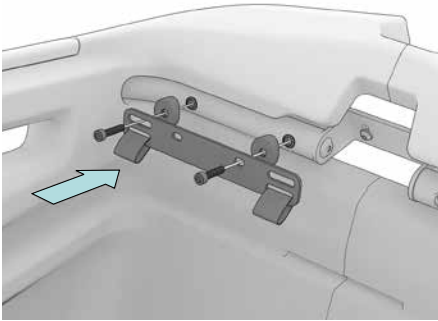

Abb. 6 Seitliche Montage, Bereich Kopfende der aufgehängten Babyschale.
Dazu wird je eine Unterlegscheibe (4) unter den Kopf jeder Zylinderschraube (2) gelegt und so durch die Verbindungsbleche gesteckt. Die zu benutzenden Lochpositionen in den Verbindungsblechen ergeben sich aus der Einbauposition in der Box (Abb. 6, 7, 8 und 9).
Hinter das Verbindungsblech kommt auf den Schraubenschaft je eine Adapterscheibe ①, die konkave Seite Richtung Rail. Die so eingefädelt Schraube mit einem O-Ring ③ sichern. Jetzt werden die Verbindungsbleche vorne und hinten an die oberen Rails geschraubt (Innensechskant 5 mm, Anzugdrehmoment: 5–8 Nm) (Abb. 6, 7, 8 und 9).